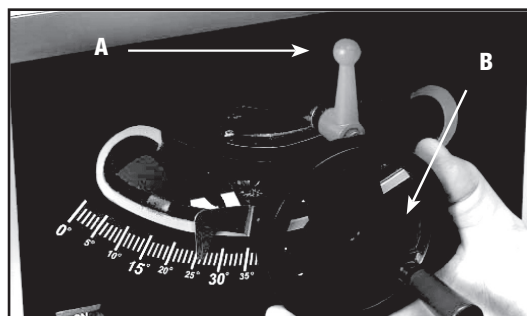
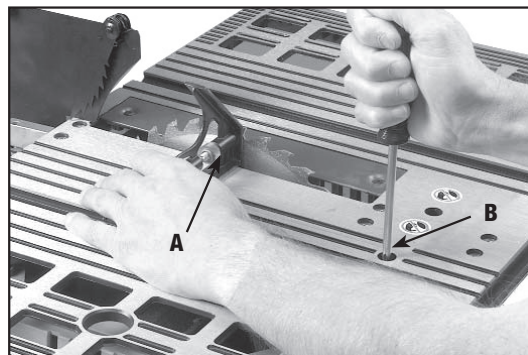
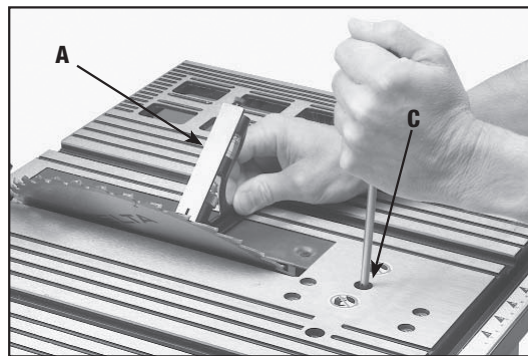

Fig. 30
Fig. 31
Fig. 32
Para inclinar a lâmina da serra, afrouxe o punho de travamento (A) Fig. 30 e mova o volante (B) até que a lâmina fique no ângulo desejado. Aperte o punho de travamento (A).
**OBSERVAÇÃO:** o punho de travamento (A) é acionado por mola. Puxe-o pelo punho (A) e reposicione-o na cavilha dentada localizada abaixo do punho.
2. Afrouxe o punho de travamento de inclinação de lâmina (A) Fig. 30, mova o mecanismo de inclinação de lâmina (B) o máximo possível para a esquerda e aperte o punho de travamento de inclinação de lâmina (A).
3. Posicione um esquadro (A) Fig. 31 na bancada com uma das extremidades do esquadro em contato com a lâmina e verifique se esta está a 90 graus com a bancada. Se não estiver, afrouxe o parafuso (B) Fig. 31 e mova o mecanismo de inclinação de lâmina até que a lâmina fique em 90 graus com a bancada. Aperte o punho de travamento de inclinação da lâmina (A) Fig. 30 e aperte o parafuso (B) Fig. 31 até o fim.
2. Afrouxe o punho de travamento de inclinação de lâmina (A) Fig. 31, mova o mecanismo de inclinação de lâmina (B) o máximo possível para a direita e aperte o punho de travamento de inclinação de lâmina (A).
3. Posicione um esquadro (A) Fig. 31 na bancada com uma das extremidades do esquadro em contato com a lâmina e verifique se está a 45 graus com a bancada. Se não estiver, afrouxe o parafuso (C) Fig. 32 e mova o mecanismo de inclinação de lâmina até que a lâmina fique em 45 graus com a bancada. Aperte o punho de travamento de inclinação da lâmina (A) Fig. 30 e aperte o parafuso (C) Fig. 32 até o fim.